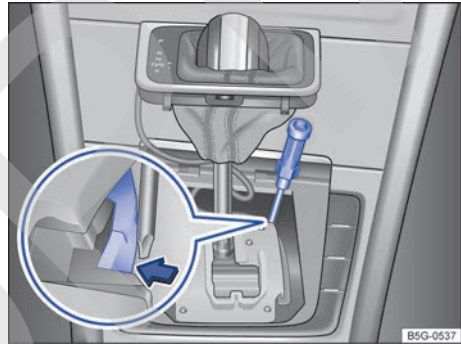

Fig. 139 Desmontar la cubierta de la corredera de la palanca selectora y realizar un desbloqueo de emergencia de la palanca selectora.
- Tire de la cubierta, por la zona del guardapolvo de la palanca selectora, hacia arriba y con cuidado junto con los cables eléctricos que lleve conectados → fig. 139.
- Con la hoja plana del destornillador de las herramientas de a bordo, presione la palanca de desbloqueo con cuidado en el sentido de la flecha y mantenga la palanca en esta posición → fig. 139.